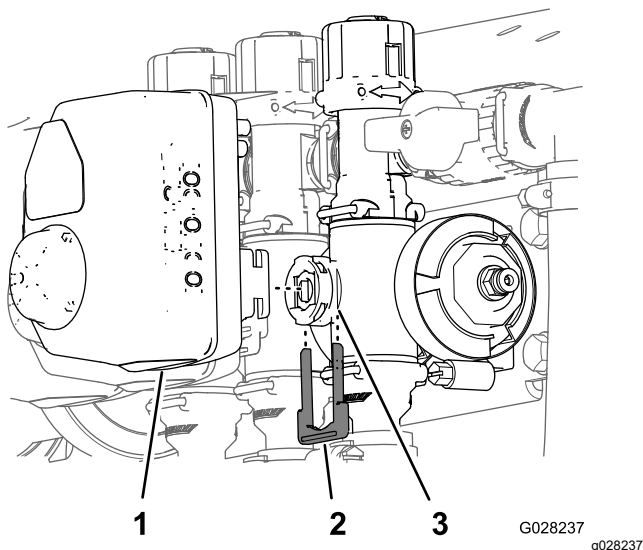

Figura 66
3. Retire la horquilla de retención que sujeta el actuador al distribuidor de la válvula de control de caudal, de agitación, fumigación maestra o de sección (Figura 66).